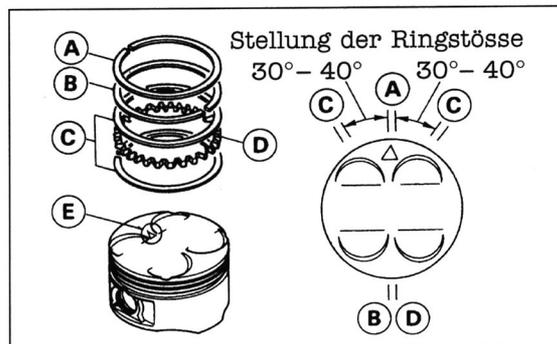

Bild 205
- Kolbenringstösse gleichmässig am Kolbenumfang verteilen (Bild 205).